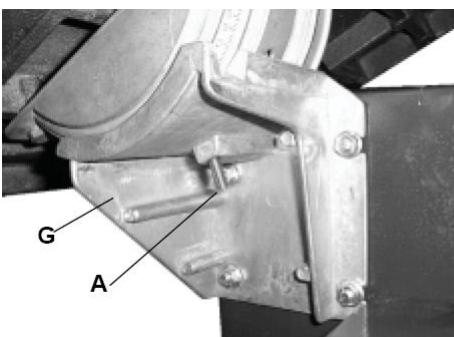

Рис. 3
- Переверніть стіл та відкрутіть баранчик-гайку (C) від болта регулюального блоку (A), болт повинен знаходитися у отворі регулюального блоку (Рис. 3).
- Посуньте стіл та механізм нахилу столу з підпорою (G) та затягніть болт (A), який з'єднує механізм нахилу столу з підпорою та підпору нахилу столу (Рис. 3).